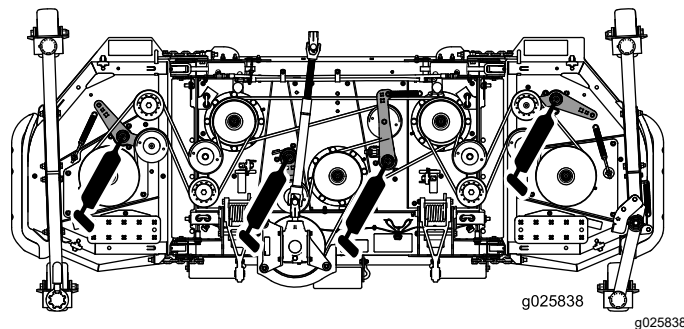

Figure 19
- Pivots de bras de renvoi (4) (Figure 19)